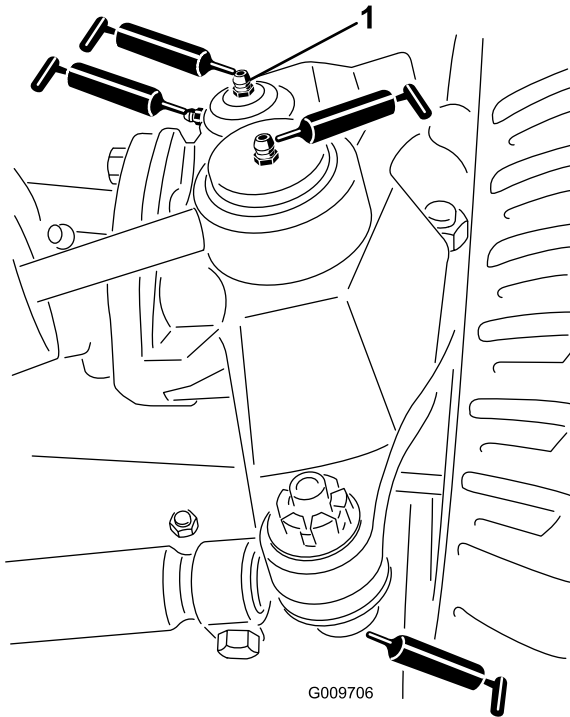

Figura 66
1. Trinco do capot (2)
- Rótulas do cilindro de direção (2) (Figura 66)
- Rótulas esféricas da barra de ligação (2) (Figura 66)
- Buchas do pino principal (2) (Figura 66). **O bocal superior do pino principal apenas deverá ser lubrificado uma vez por ano (2 bombas).**